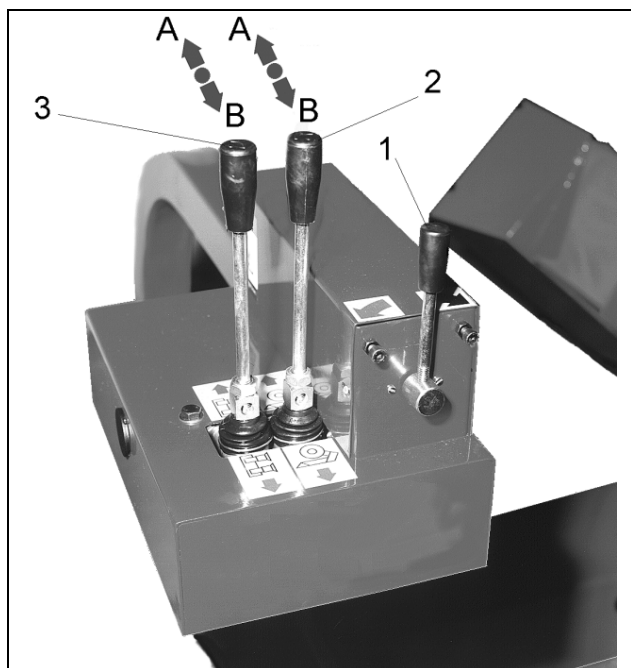

Abb.14
- B.** Den Wendehebel der Spannfütermotors (#1 Abb.14) nach rechts drehen: das Spannfutter dreht sich im Uhrzeigersinn.
Den Wendehebel der Spannfütermotors (#1 Abb. 14) nach links drehen: das Spannfutter dreht sich gegen den Uhrzeigersinn.
- C.** Den Steuerhebel des Spannfüterarms (#2 Fig.14) in Position **A** bewegen: der Spannfüterarm bewegt sich nach oben.
- D.** Den Steuerhebel des Werkzeugträgerschlittens (#3 Fig.14) in Position **A** bewegen: der Schlitten bewegt sich nach innen zum Gerät.